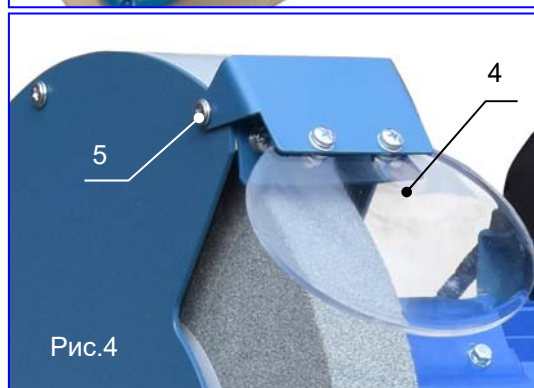

Рис.4
- При помощи винта (поз.5, рис.4) отрегулируйте положение защитного экрана (поз.4, рис.4) таким образом, чтобы рабочая часть шлифовального круга при выбранных позах для работы (стоя, сидя) была видна только через экран.